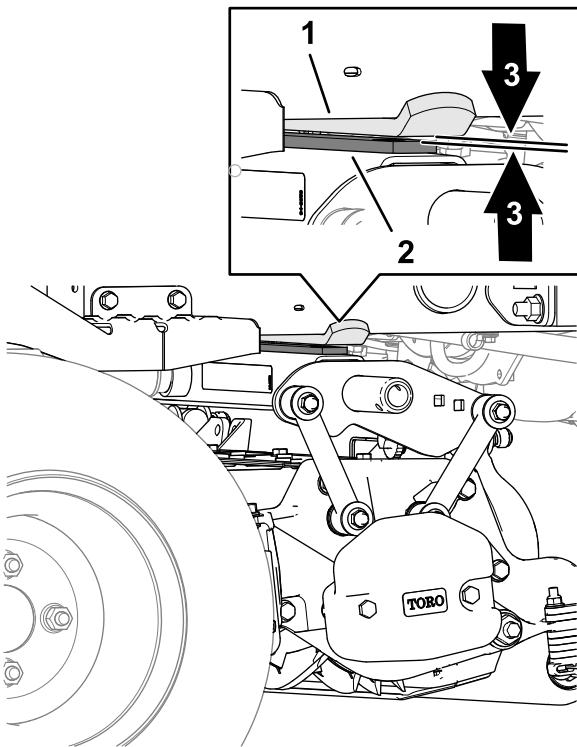

图 27
4. 在后滚刀组处测量后滚刀组耐磨棒顶部的耐磨带与缓冲带之间的间隙 图 27。